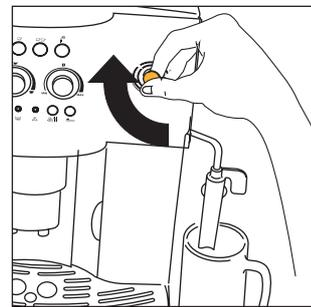

Abb.6
4. Nach wenigen Sekunden tritt aus dem Milchaufschäumer Wasser heraus. Wenn die Tasse mit etwa 30cc gefüllt ist, den Dampfdruckknopf nach rechts bis zum Anschlag drehen (Abb. 6), um den Wasseraustritt zu unterbrechen.
- Zur Unterbrechung der Heißwasserabgabe, den Drehknopf nach rechts bis zum Anschlag drehen (Abb. 6), und den Milchaufschäumer wieder auf seine Ausgangsposition zur Mitte der Maschine hin drehen.
- Den Milchaufschäumer nach außen drehen (Abb. 6).
- Zur Unterbrechung der Abgabe den Dampfdruckknopf nach rechts bis zum Anschlag drehen (Abb. 6).
- Sobald die gewünschte Temperatur erreicht wird, die Dampfabgabe durch Drehen des Dampfdruckknopfs nach rechts bis zum Anschlag unterbrechen (Abb. 6).